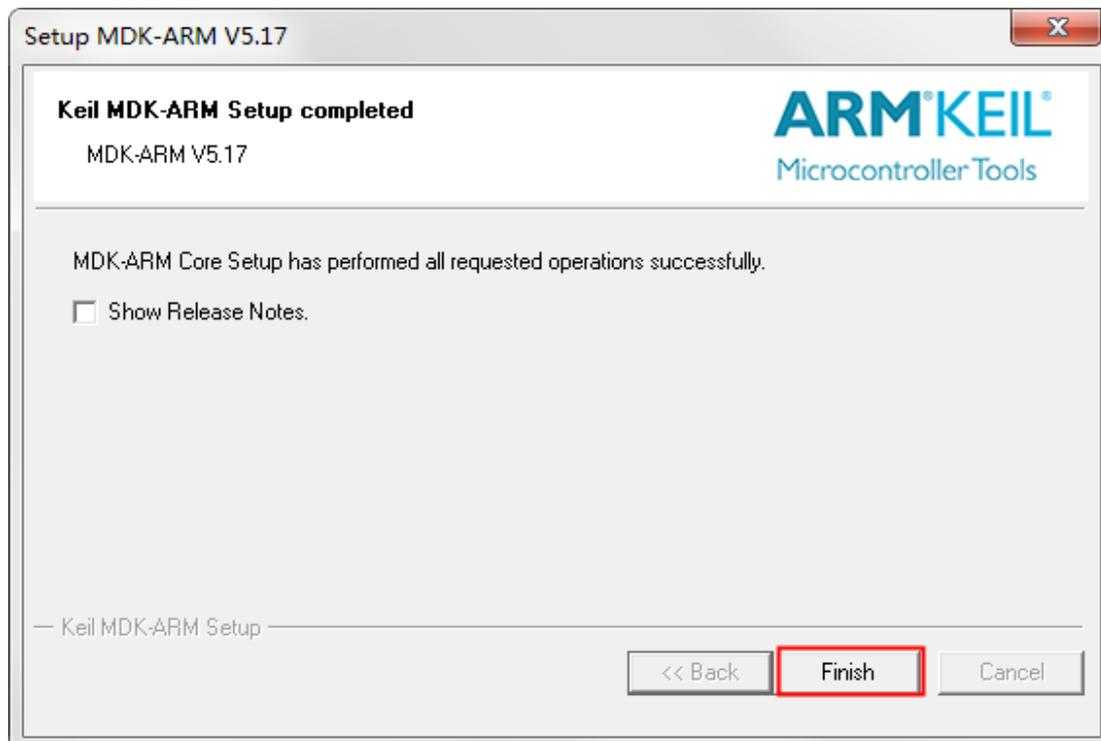

图 2.10 安装完成
(6) 在安装这程结束之后，弹出如图 2.10 所示的对话框，如果不需要查看发行版本相关的说明，可以取消默认勾选上的【Show Release Notes】，然后点击【Finish】完成安装，此时会在桌面看到如图 ?? 所示的图标。